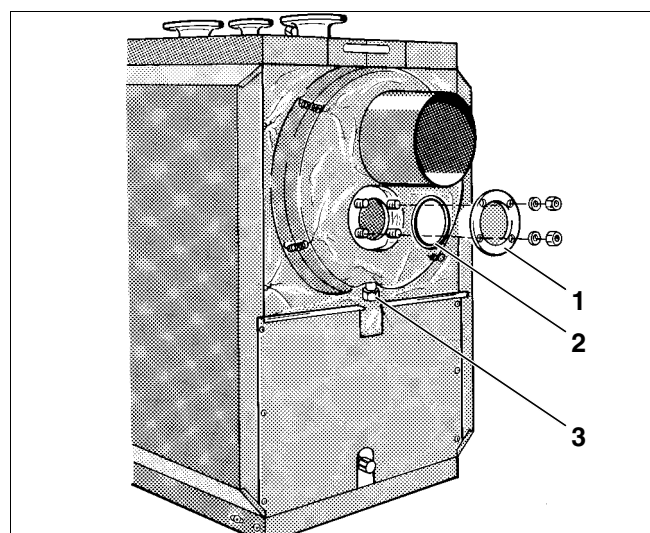

Fig. 28 Limpeza da caldeira de aquecimento
- Vire para cima o isolamento térmico com a fenda (fig. 28).
- Desenrosque as porcas da tampa de limpeza (fig. 28, **item 1**).
- **Retire a tampa da abertura de limpeza e remova os resíduos de fuligem (fig. 28).**
- Verifique os vedantes da porta da caldeira e da abertura de limpeza (fig. 28, **item 2**) e, se necessário, substitua-os.
Os resíduos de limpeza líquidos podem ser removidos pelo colector de tiragem durante o processo de limpeza (fig. 28, **item 3**).